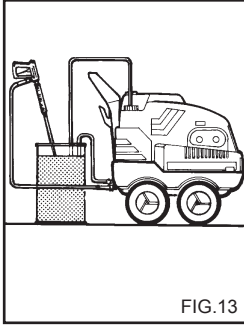

FIG. 13
**OPERATIONS FOR USING ANTIFREEZE (fig. 13)**